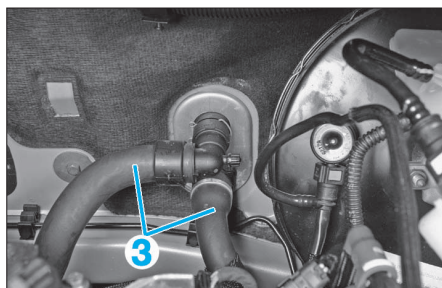

FIG. 14
- Dévisser de quelques tours la vis de fixation (2).
- Déposer les durits (3) d'arrivée et de retour de liquide de refroidissement du bloc de chauffage-climatisation côté compartiment moteur (Fig.14).